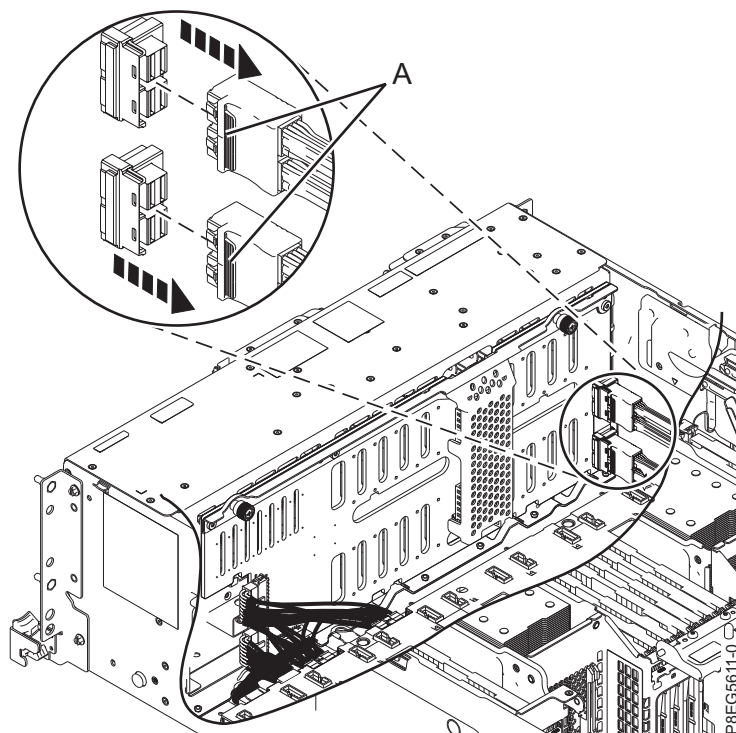

Figura 14. Desconectando os cabos SAS frontais
4. Etiquete os cabos SAS frontais, prestando atenção aos conectores aos quais cada cabo se conecta no painel traseiro da unidade de disco e no adaptador RAID SAS interno. Desconecte os cabos SAS frontais do painel traseiro da unidade de disco pressionando a trava (A) e desconectando o cabo conforme mostrado na Figura 14 na página 17.